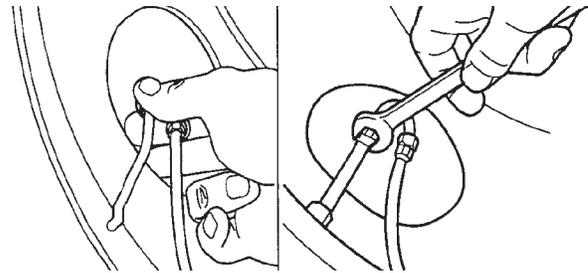

Figura 58: Vuelva a colocar las mangueras para llantas al vástago de la válvula de la llanta
6. **Conecte** las manguera(s) para llantas a los vástagos de las válvulas de la llanta y apriete a mano (Figura 58).
7. Con una llave de 7/16 pulg., **apriete la conexión manguera para llanta / vástago de válvula** con una media vuelta adicional (Figura 58). **No sobreapriete esta conexión.** Asegúrese de que las conexiones de las mangueras estén suficientemente apretadas, para que al moverse la manguera de un lado a otro, la conexión no se mueva.